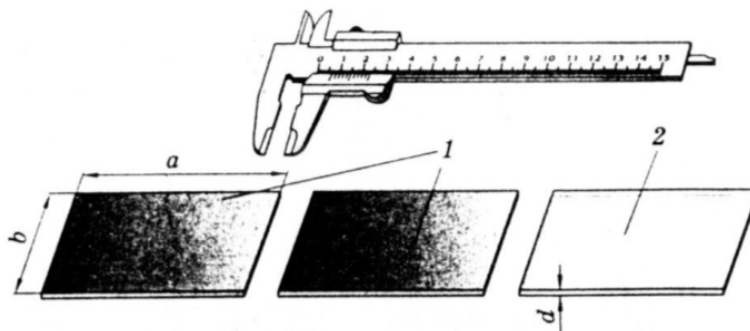

Рис.1
В работе измеряется емкость плоского конденсатора – системы двух плоскопараллельных пластин l площадью S , находящихся на расстоянии d друг от друга (рис. 1).
1. Соберите из двух металлических пластин и одной стеклянной (рис.1) плоский конденсатор.